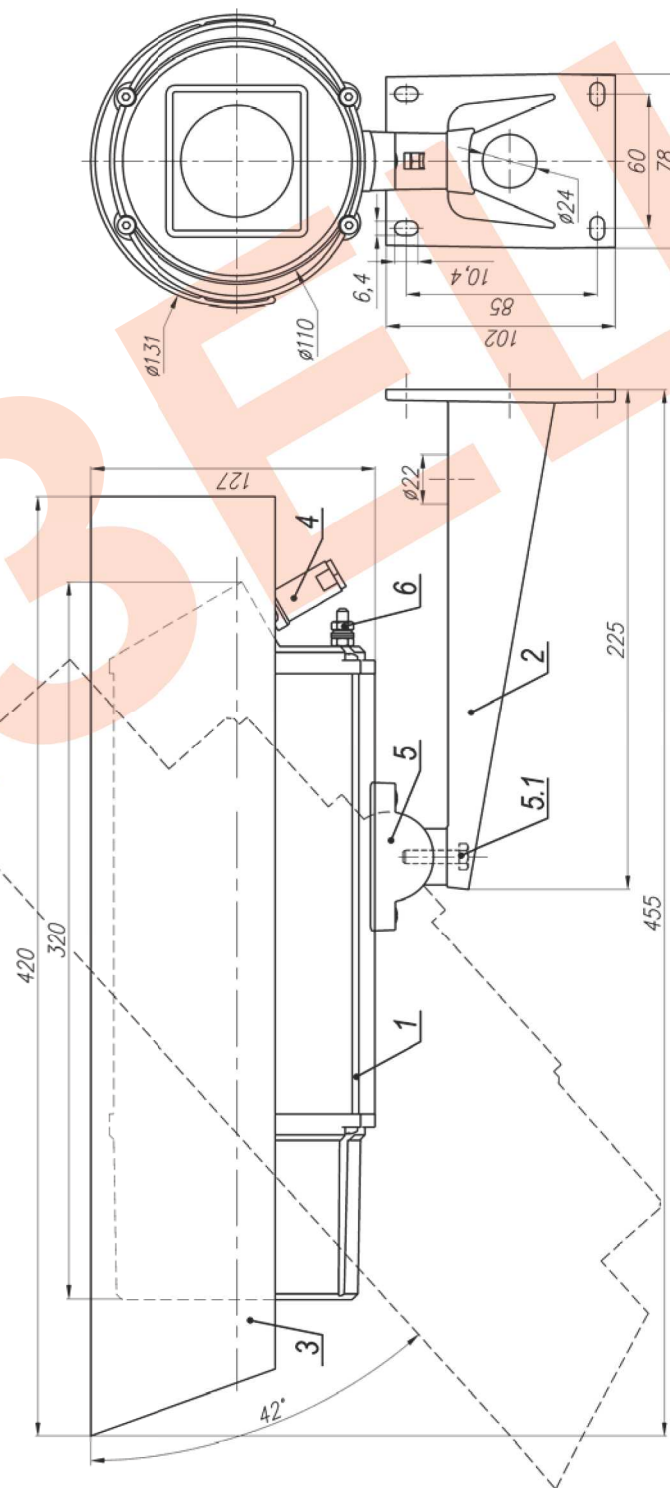

Рис.1 Габаритные и установочные размеры ТВК-93 IP
3. Ослабив болт фиксации шарнира (поз.5.1 рис.1), установить гермобок на нужное направление обзора, после чего надежно зафиксировать шарнир затянув болт.
4. Заземлить гермобок с помощью болта заземления (поз.6 рис.1).
Состав изделия: (см. рис.1)